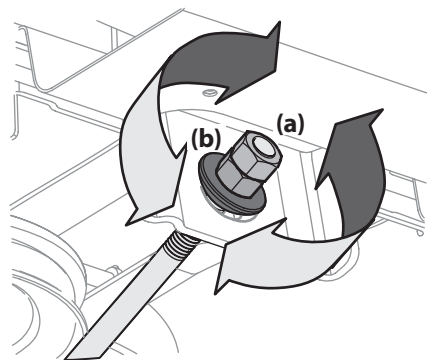

Figure 4-7
5. Pour *relever* l'avant du plateau de coupe, retirez le capuchon, desserrez l'écrou supérieur (a), puis resserrez l'écrou inférieur (b) vers le support de relevage. Voir Figure 4-7. Après avoir complété le réglage, resserrez l'écrou supérieur (a) et remplacez le capuchon.
6. Pour *abaisser* l'avant du plateau de coupe, retirez le capuchon, desserrez l'écrou supérieur (a), puis desserrez l'écrou inférieur (b) en l'éloignant du support de relevage. Voir Figure 4-7. Après avoir complété le réglage, resserrez l'écrou supérieur (a) et remplacez le capuchon.